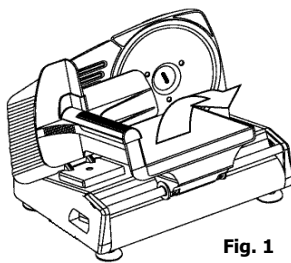

Fig. 1
3. Inclinez le berceau pour l'éloigner de l'appareil **[Fig. 1]**.